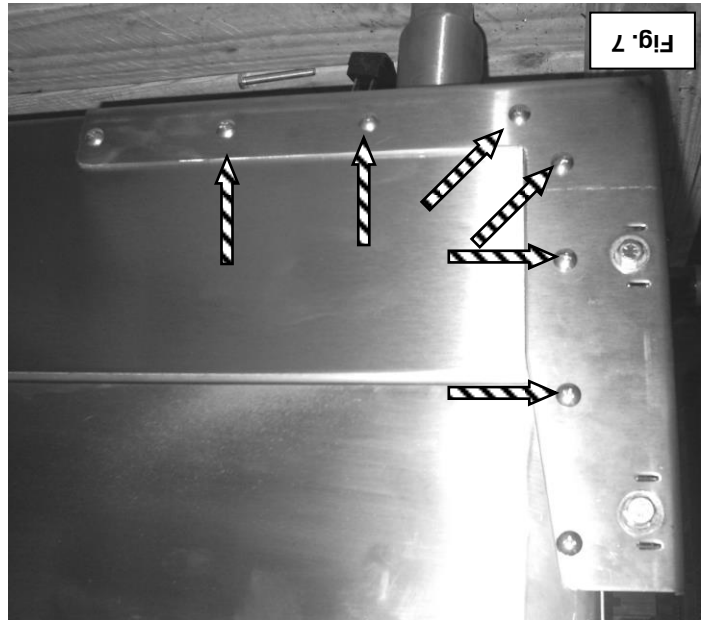

Fig. 7
8. Percez les derniers trous à travers les supports de fixation latérale dans le châssis de la plaque. Insérez et serrez des vis tel qu'illustré à la Fig. 7. Répétez la procédure de l'autre côté du système de fixation.